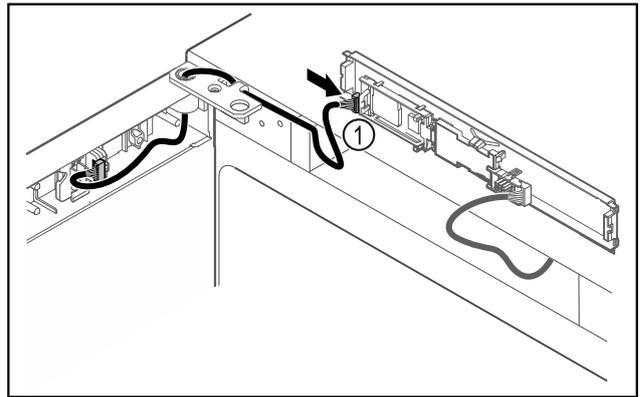

Fig. 45
- ▶ Enchufar el conector Fig. 45 (1) en la platina.